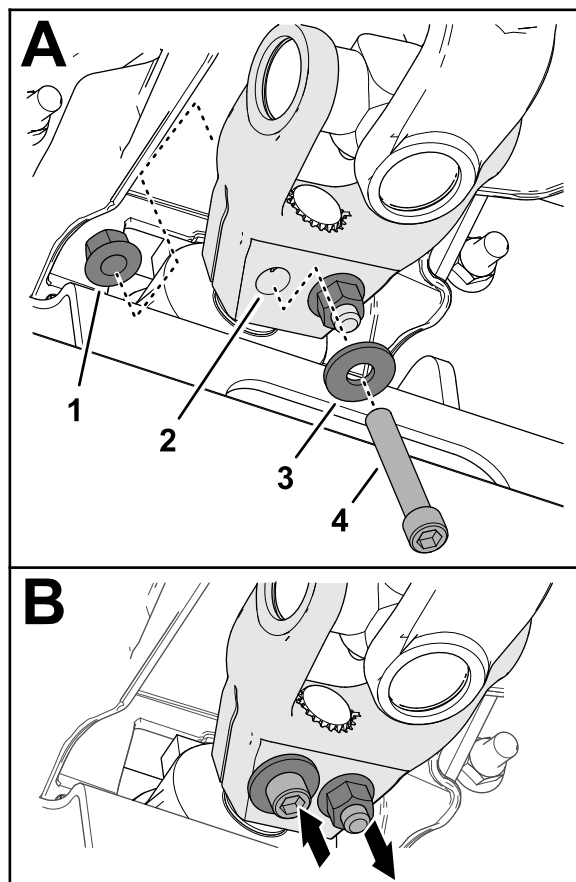

図 16
6. ソケットヘッドキャップスクリュー $\frac{3}{8}$ x $2\frac{1}{4}$ "にワッシャ $\frac{3}{8}$ "を通し、駆動シャフトのヨークの穴 **図 16**に通して、フランジロックナット $\frac{3}{8}$ "で固定する。
7. ソケットヘッドキャップスクリュー $\frac{3}{8}$ x $2\frac{1}{4}$ "にワッシャ $\frac{3}{8}$ "を通し、駆動シャフトのヨークの穴 **図 16**に逆方向から通して、フランジロックナット $\frac{3}{8}$ "で固定する。